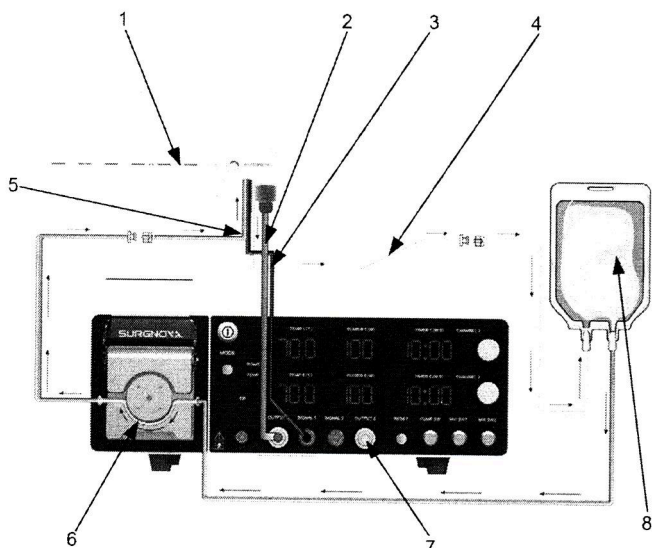

Fig. 5-1: Conexión de la antena única MWA
4. Retire el tubo de agua de enfriamiento y ponga el tubo de la bomba en la abrazadera de tubo, preste atención a la dirección de la corriente marcada en el tubo. Inserte la aguja de plástico del tubo de agua de enfriamiento en la bolsa de suero estéril. La operación específica se muestra en la Fig. 5-1.
9. Conecte la tubería de agua de enfriamiento a las antenas de ablación por microondas. La operación específica se muestra en la Fig. 5-1.
10. Conecte el cable coaxial (cabeza masculina Mini BNC) a la cabeza correspondiente a su mango de mano de antenas de ablación por microondas(cabeza femenina mini BNC). La operación específica se muestra en la Fig. 5-1.